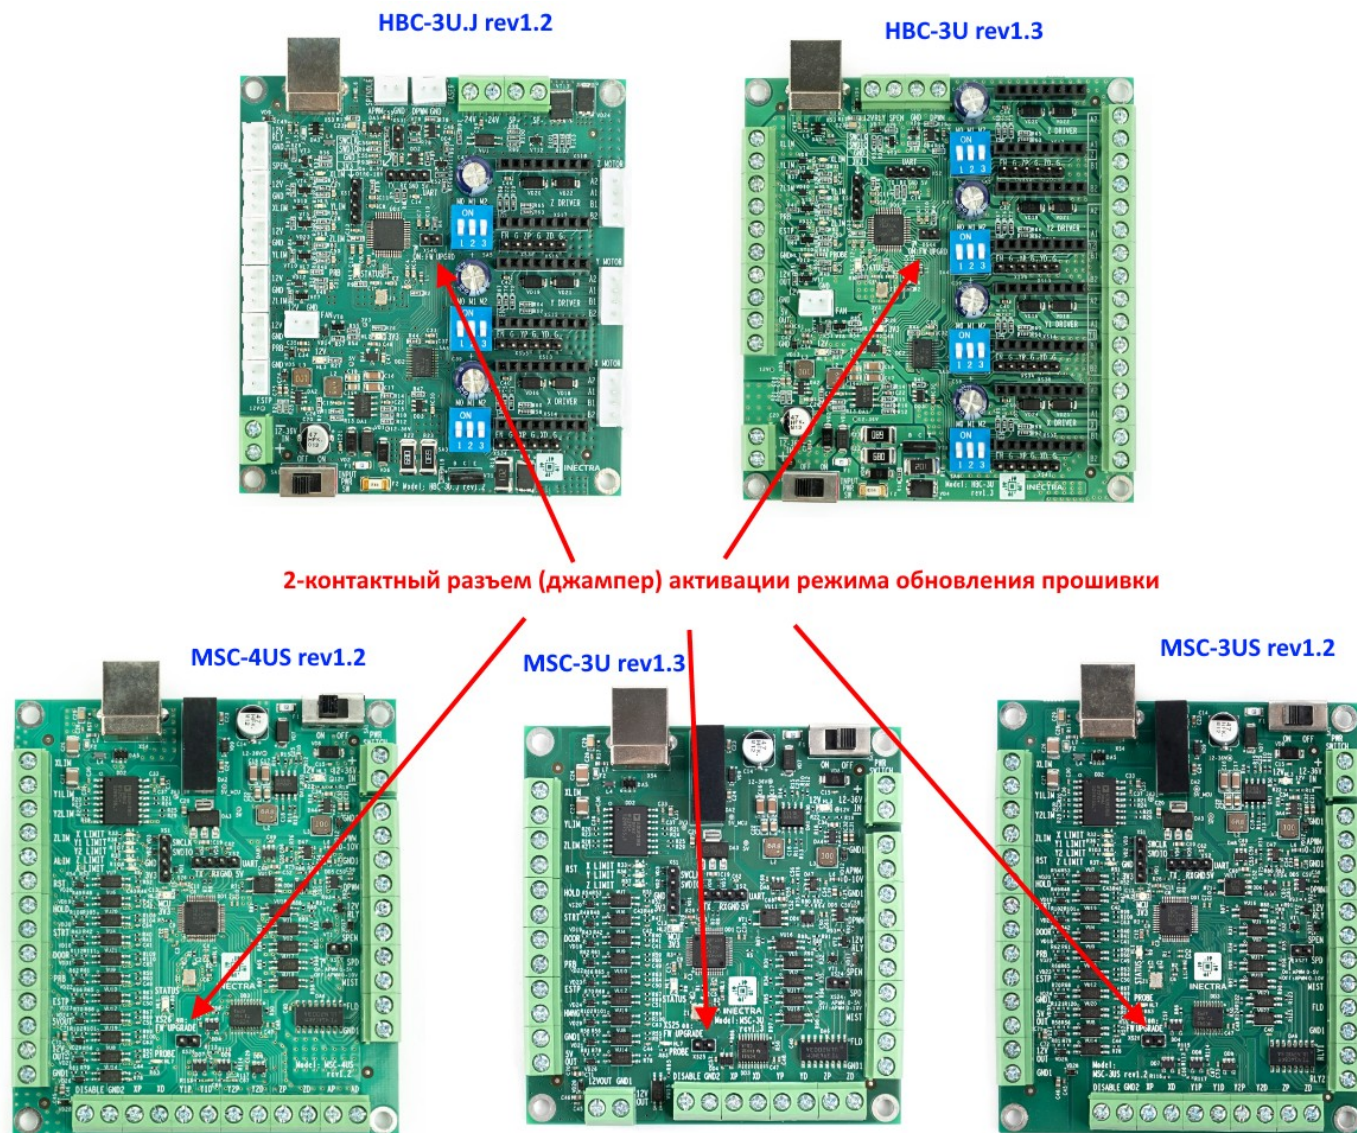

Рисунок 1: Расположение разъема активации режима обновления прошивки (на платах новой ревизии)
- Отключите питание контроллера. Если на Вашем контроллере нет 2-контактного штыревого разъема *FW UPGRADE* (см. рис.1), замкните вывод *Probe* на землю *GND1*, иначе установите джампер на разъем *FW UPGRADE* (или замкните его выводы пинцетом) и вновь подайте питание на контроллер.